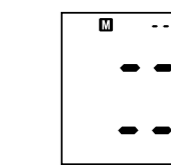
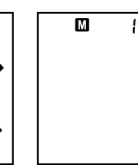
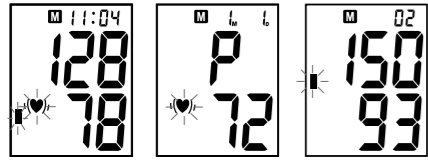

Рис. 8-1
Рис. 8-2
Рис. 8-3 Рис. 8-4 Рис. 8-5
b. На дисплее появится количество сохраненных в памяти измерений, Рис. 8-1. Затем на дисплей будет выведен последний сохраненный результат (под номером 2), см. Рис. 8-2. Результат отображается следующим образом: сначала на дисплей выводятся значения давления (систолическое и диастолическое), время и уровень по шкале (Рис. 8-3), затем значение пульса и дата (Рис. 8-4). Также будет отображаться мигающий символ аритмии сердца, если во время измерения она была обнаружена.